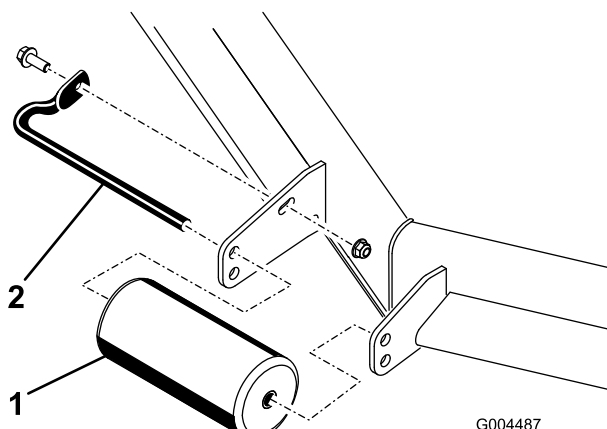

Figura 24
4. Retire os dispositivos de fixação que fixam cada rolo na plataforma do cortador e desloque os rolos para cima ou para baixo conforme desejado; consulte Figura 24 a Figura 28 conforme se aplique ao seu cortador.